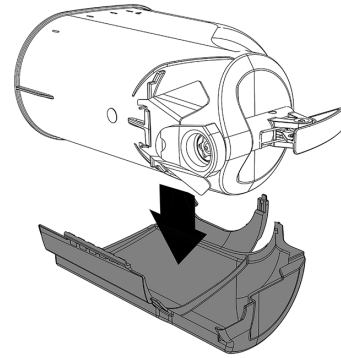

figura 2
- 1 Adagiare la parte destra del recover su un piano. Posizionare il contenitore al suo interno.(vedere figura 2)(vedere figura